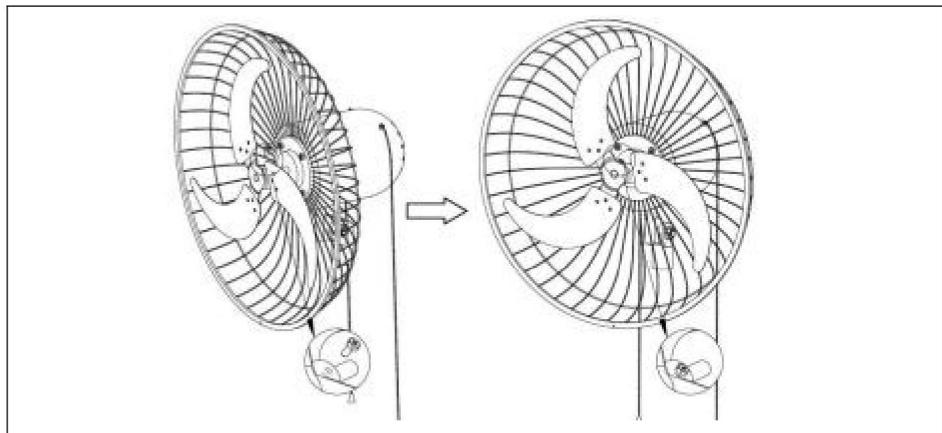

Abb.6.
2). Installieren Sie den Lüfterflügel (15) auf der Motorwelle und verriegeln Sie dann die Flügelschraube (14). Siehe (Abb. 6).